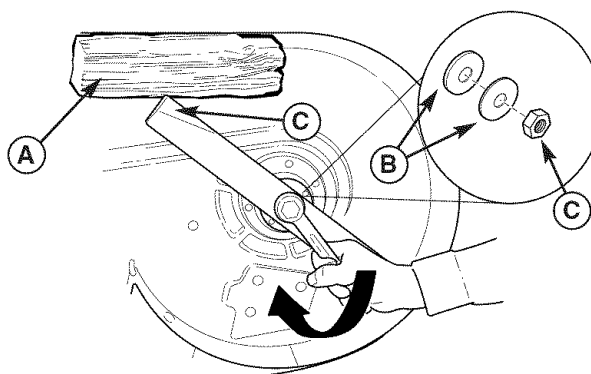

Figura 22. Instalación del Aspa
3. Quite el tornillo de cabeza hexagonal (D, Figura 22), arandela elástica (C), arandela acanalada (B) y asa.
7. Reinstale el asa con las aletas de izado (D, Figura 22) apuntando arriba hacia la cubierta de la podadora como se muestra.
8. Vuelva a instalar las arandelas de resorte (B, Figura 22) y la tuerca (C). Use un bloque de madera (A) para evitar la rotación de la cuchilla mientras aprieta la tuerca (C) de 108 a 122 Nm (80 a 90 lb./pie).